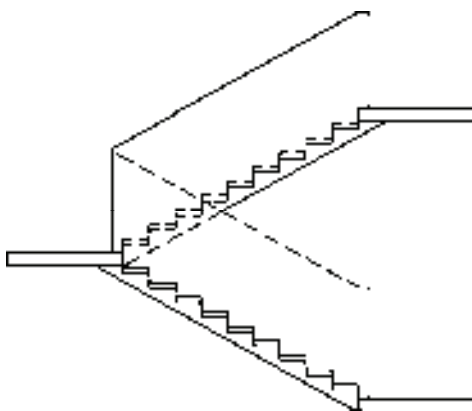

图 12-80 扶手接头
5) 调用“FSJT”命令，对绘制完成的楼梯栏板图形进行连接操作，结果如图 12-80 所示。